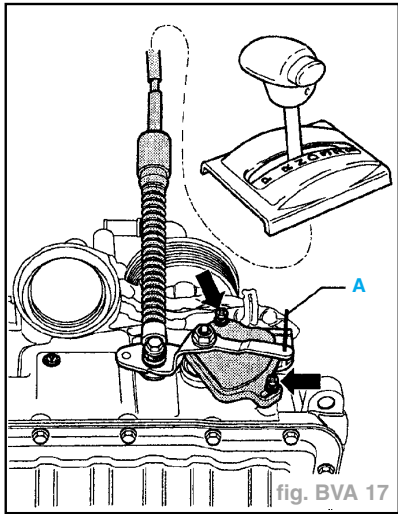

fig. BVA 17
- Vis (flèches) desserrées (fig. BVA 17).
- Introduire un foret de **4 mm (A)** à travers le levier de vitesses dans l'alésage de réglage du contacteur multifonctions.